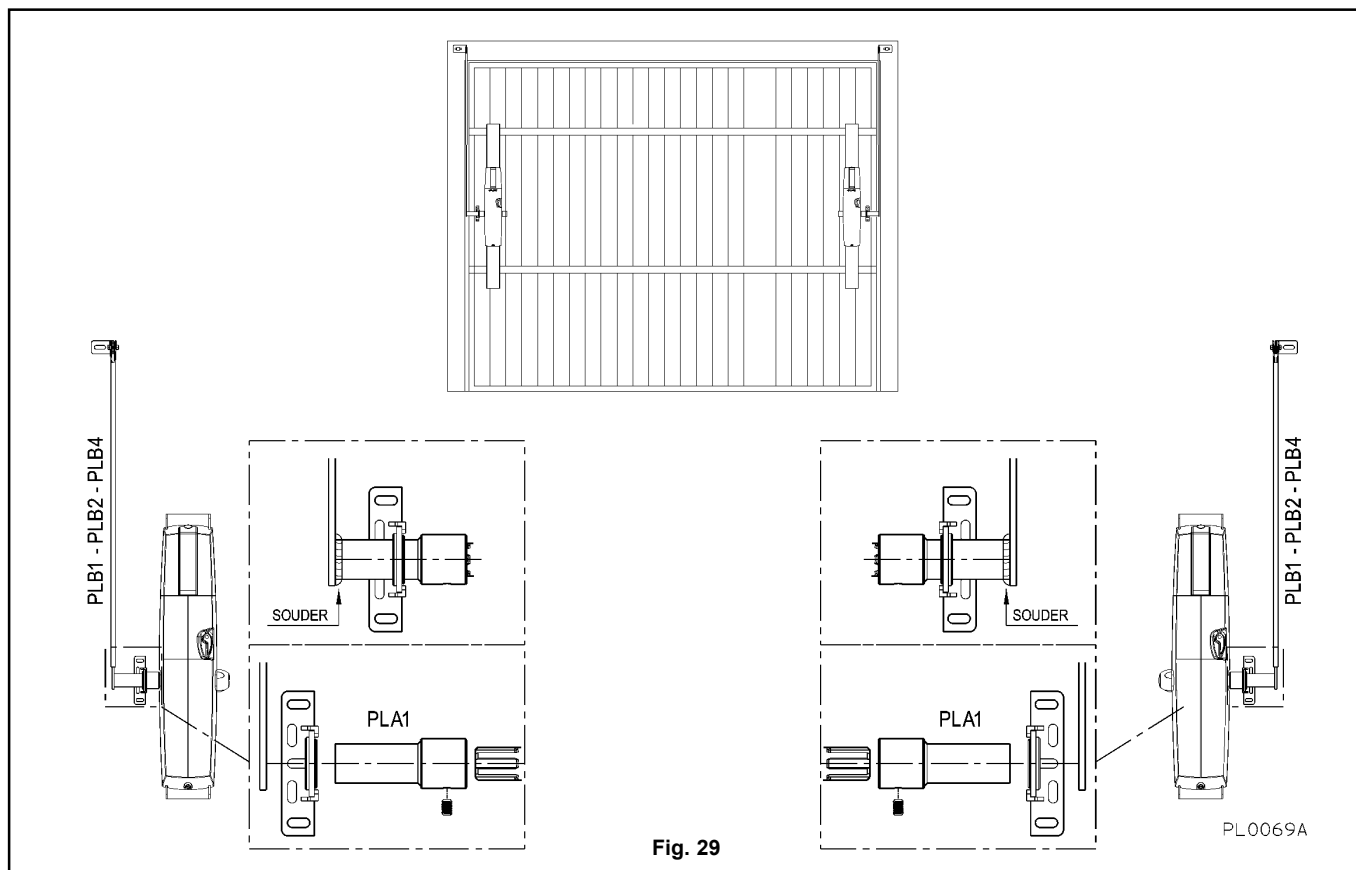

Fig. 29
- Soudage au bras PLB1, PLB2, PLB4 (fig. 29).